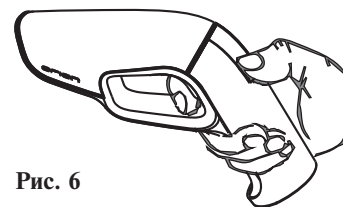

Рис. 6
3. Включение и выключение режима свечения производится нажатием указательным пальцем на "курок" стробоскопа. Рис.6